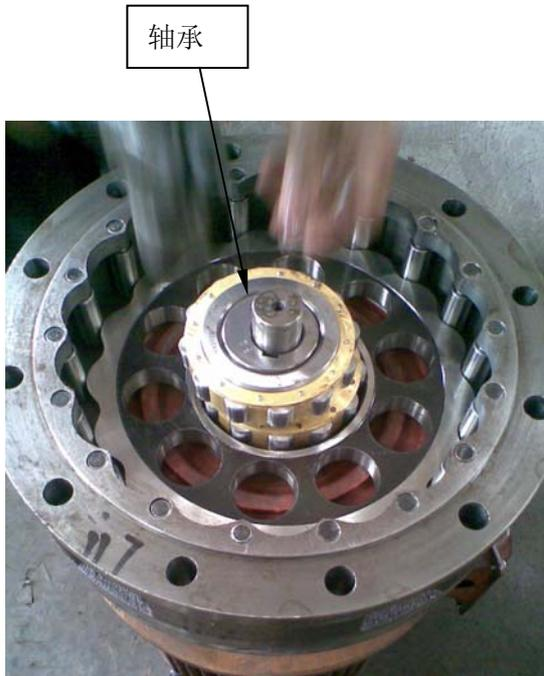
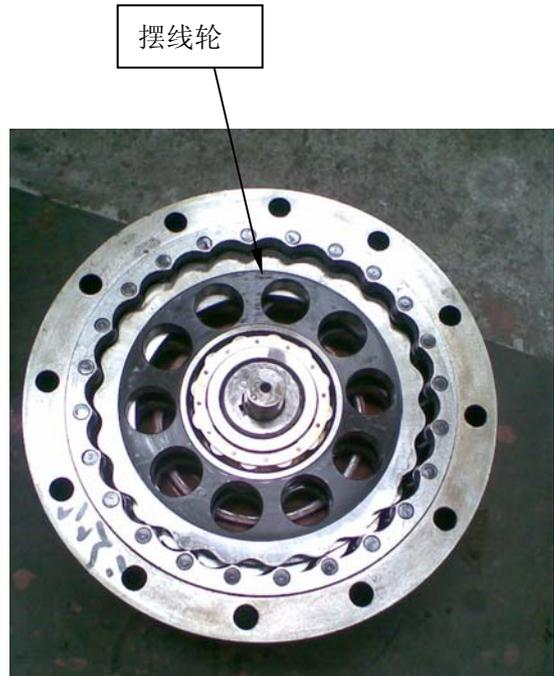

图 5
图 6
d) 用吊环将减速机吊起，铜棒敲打针齿壳与底座联接处，使之分离（图 3），依次取出轴承和摆线轮（图 5，图 6）。